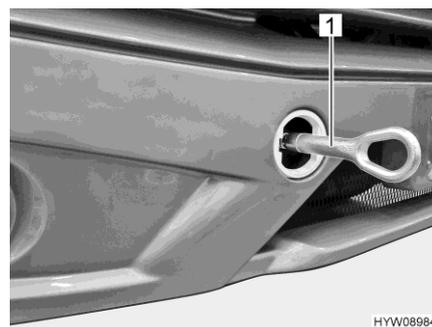

Fig. 29 Occhione di traino (installato)
- Montare l'occhione di traino (Fig. 29,1) come indicato nel manuale di funzionamento del veicolo di base.